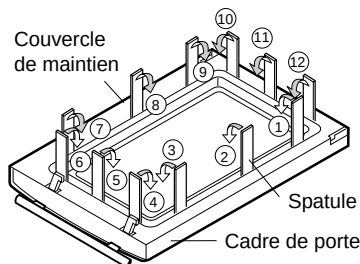

Figure C-4. Démontage de la porte
3. Retirer l'entretoise de porte en faisant attention à ne pas casser les clips en introduisant une plaque en acier (d'une épaisseur d'environ 0,5 mm) ou un tournevis à tête plate dans l'interstice compris entre l'entretoise et le panneau de la porte comme indiqué sur la Figure C-4 pour dégager les pièces emboîtées.